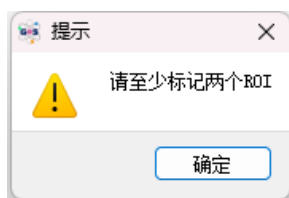

图 42 自动能量时若能谱中标记的 ROI 峰少于 2 个弹出提示
- 在能谱中需要至少标记两个 ROI 峰才能应用自动能量刻度功能，否则会出现“请至少标记两个 ROI”的提示，如下图 42 所示；